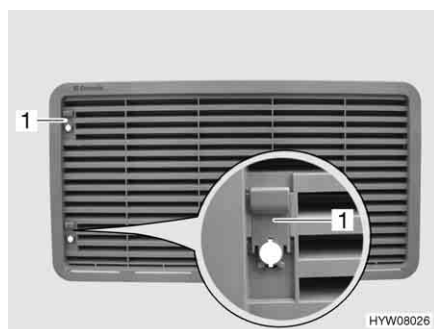

Fig. 144 Griglia di aerazione del frigorifero (con cursore)
- Spingere il cursore (Fig. 144,1) verso l'alto.